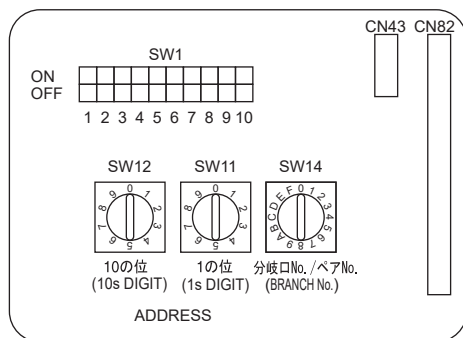

Fig. 6-6
6.5. Définition des adresses (Fig. 6-6)